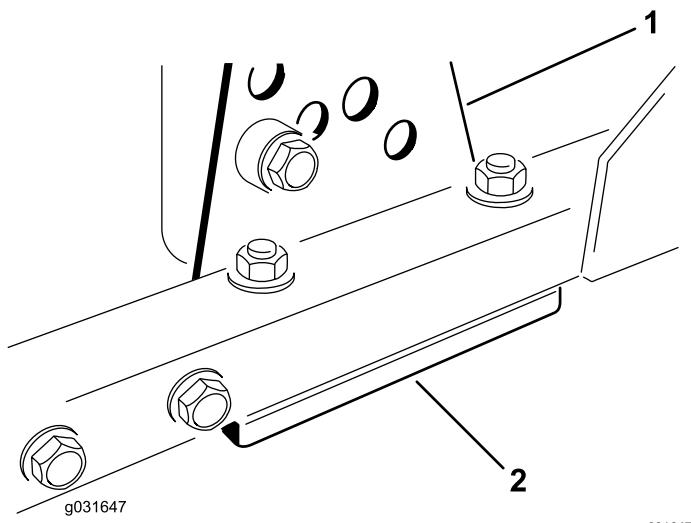

Figura 68
1. Retire o suporte da altura de corte (frente, esquerda ou direita) da estrutura da plataforma (Figura 68).
2. Ajuste os calços de 1,5 mm e/ou de 0,7 mm entre a estrutura da plataforma e o suporte para obter a altura de corte pretendida (Figura 68).
3. Instale o suporte da altura de corte na estrutura da plataforma; instale os calços restantes debaixo do suporte da altura de corte (Figura 68).